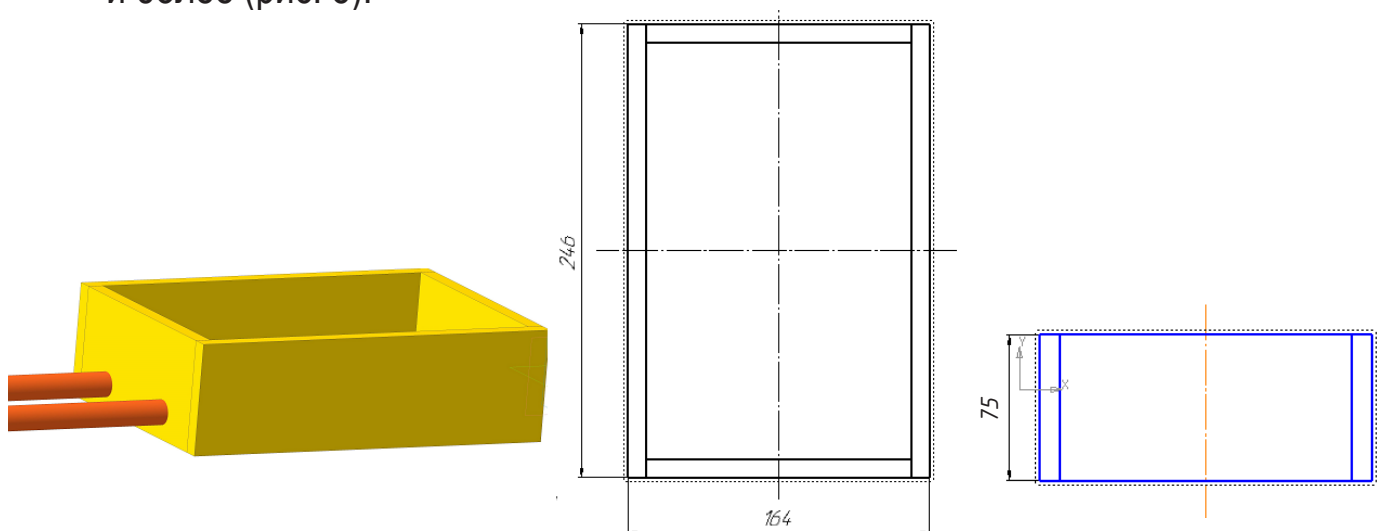

Рис. 5
1. В качестве материала для опалубки можно применять влагостойкую фанеру. Внешняя часть опалубки должна иметь размер 246 x 164 мм, высота - от 75 мм и более (рис. 5).